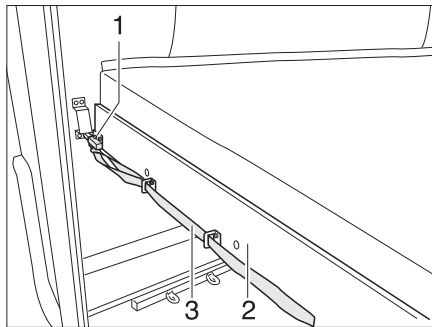

Bild 178 Etagenbett (Heck)
- An der Schlaufe (Bild 178,3) ziehen und den Riegel (Bild 178,1) lösen.
- Den Lattenrost (Bild 178,2) mit der Matratze nach vorn ziehen, bis er einrastet.